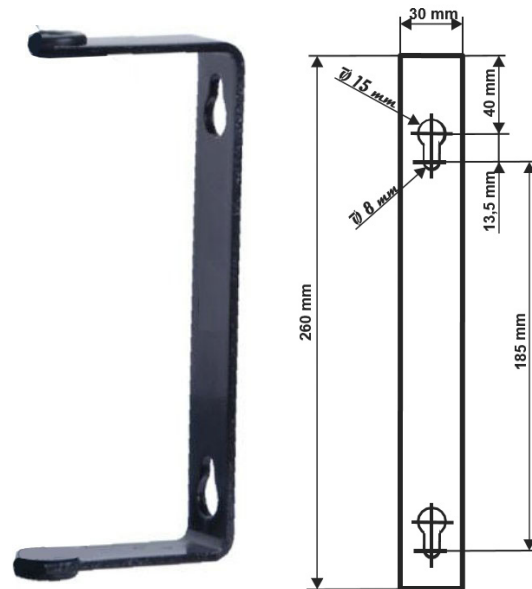

Abb. 2: Montage
Schritt 2: Verwenden Sie die Halterung als Schablone, und markieren Sie die Positionen der Schrauben. Bohrungen in die Wand entsprechend den Positionsmarkierungen vornehmen. (Abb. 2, links).